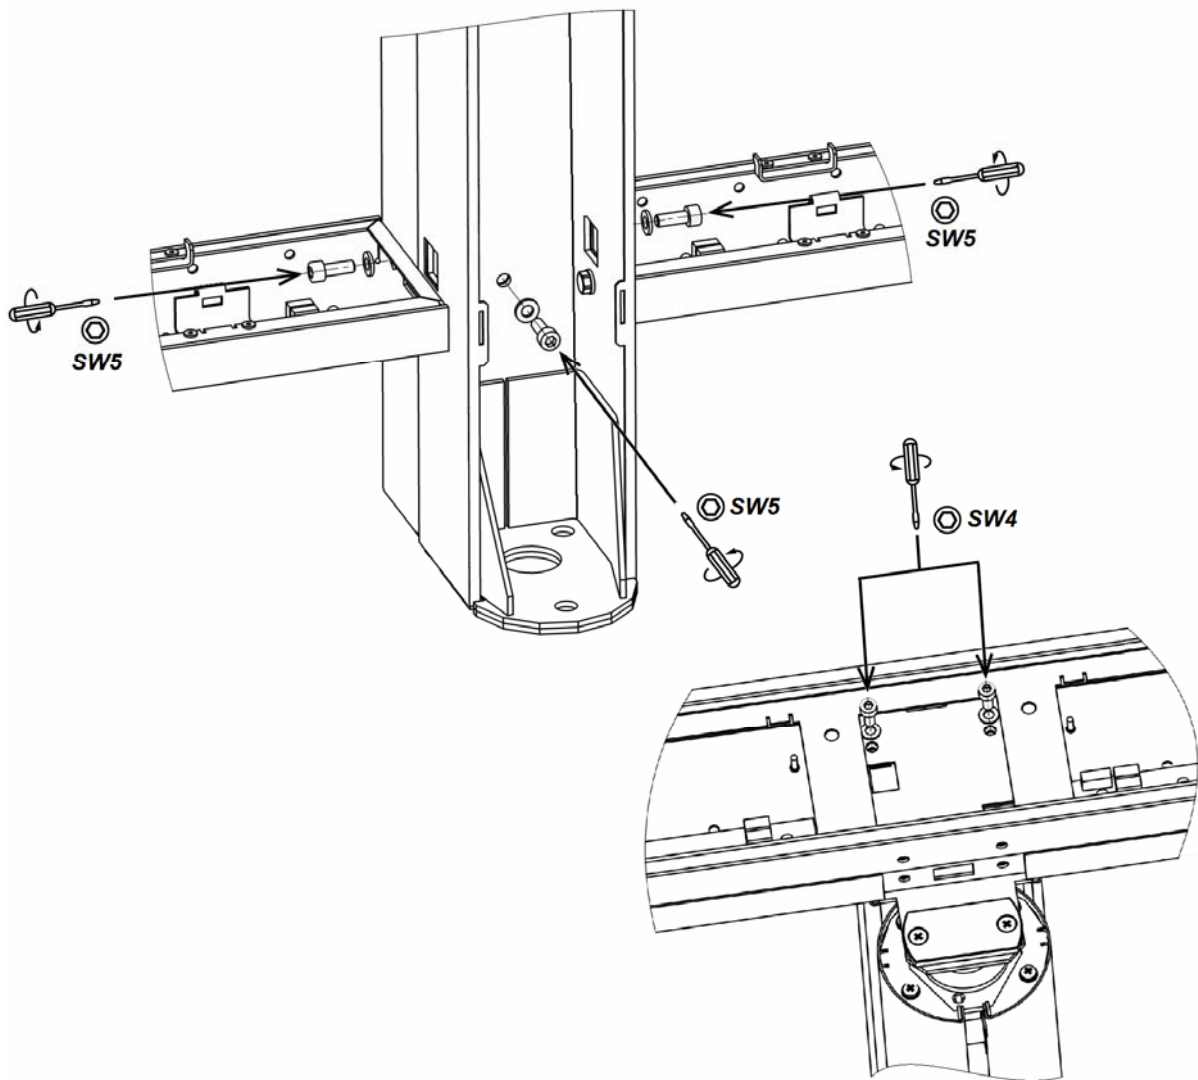

Рисунок 29. Демонтаж задней панели центральной стойки
1. Снимите верхнюю крышку секции (10) (см. разд. 8.9.6) и две защитные пластины.
2. Снимите блок индикации на центральной стойке (3) (см. разд. 8.9.5).
3. Снимите кожух створки (4) (см. разд. 8.9.4).
4. Снимите кожух центральной стойки (5) (см. разд. 8.9.1).
5. Снимите обе крышки нижнего короба (14) (см. разд. 8.9.7).
6. Для секции **PERCo-ST-01**: Снимите заднюю панель центральной стойки (6). Для этого открутите 2 винта М6×16 (под шестигранный ключ SW5) в нижних коробах, один винт М6×16 (под шестигранный ключ SW5) в нижней части центральной стойки и два винта М5×12 (под шестигранный ключ SW4) в верхнем коробе (см. рис. 29).